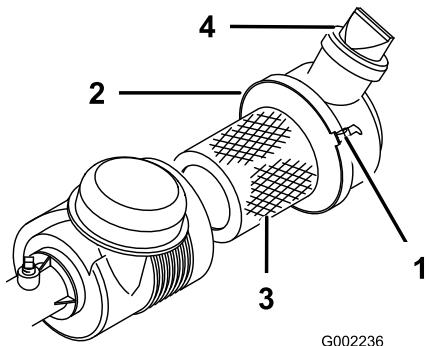

Figura 38
Controllate la struttura del filtro dell'aria per verificare che non vi siano danni che potrebbero causare una perdita d'aria. Assicuratevi che lo scodellino parapolvere sia saldamente sigillato sul filtro dell'aria. Sostituite il filtro dell'aria se danneggiato. Comprimete la valvola (Figura 38) prima di ogni utilizzo per pulirla da polveri e detriti. Eseguite la manutenzione del filtro dell'aria ogni 100 ore.
3. Allentate la cinghia del filtro dell'aria che tiene fissato il coperchio del filtro al corpo del filtro stesso (Figura 38) e separate il coperchio dal corpo.
7. Fissate saldamente la cinghia (Figura 38).
4. Installate il coperchio con la valvola diretta verso il basso e fissate la cinghia (Figura 38).